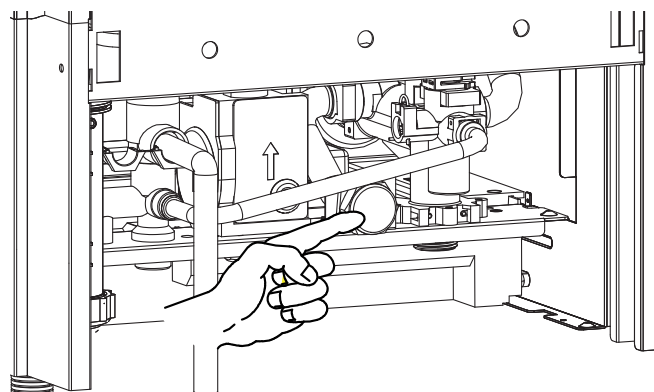
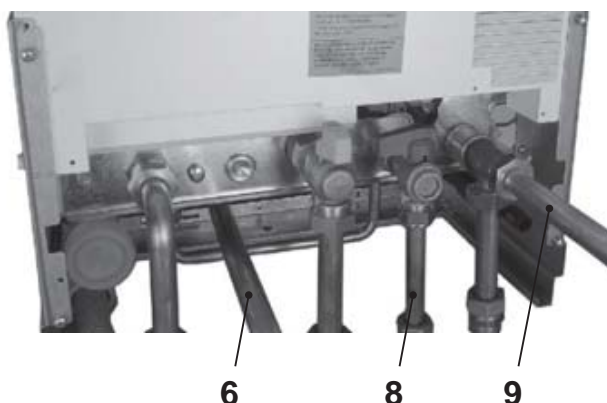

Fig. 5.6
Fig. 5.7
Collegare la mandata del serpentino bollitore (MB) 6 in Fig. 5.7 al raccordo della caldaia, rimuovendo il tappo cieco indicato in Fig. 5.6.
Collegare il ritorno del serpentino bollitore (RR) 9 in Fig. 5.7 al raccordo per il tubo del serpentino.
Collegare l'entrata sanitaria del bollitore (ES) 8 in Fig. 5.7 al rubinetto di riempimento circuito riscaldamento.